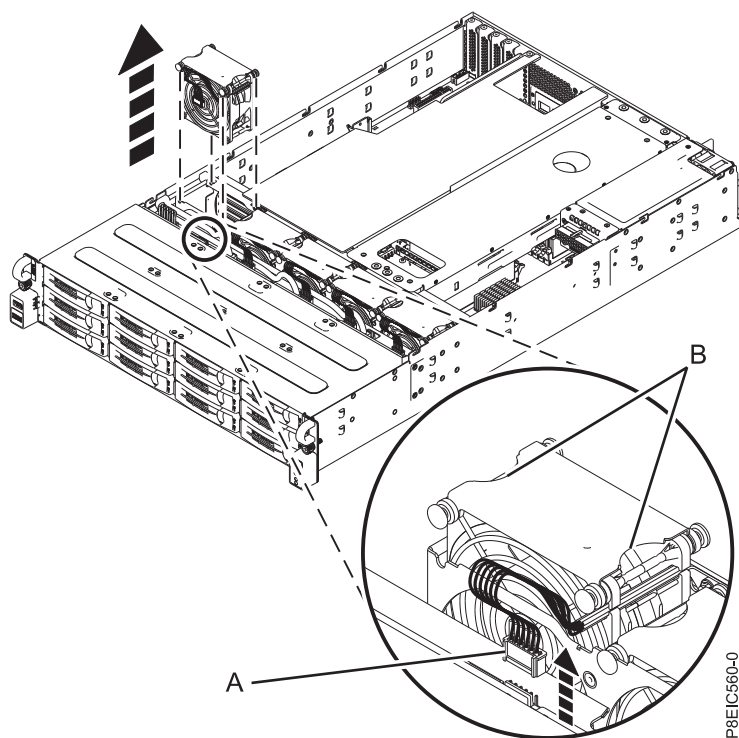

図 37. ファン・ケーブルの切り離しとファンの取り外し
2. ファン・ケーブルを切り離すには、コネクタ (A) をつかみ、コネクタを慎重にディスク・ドライブ・バックプレーンから引き上げます (図 37 を参照)。ワイヤーを引っ張らないでください。
3. ファンの (B) の部分をつかみ、システムから持ち上げます (図 37 を参照)。